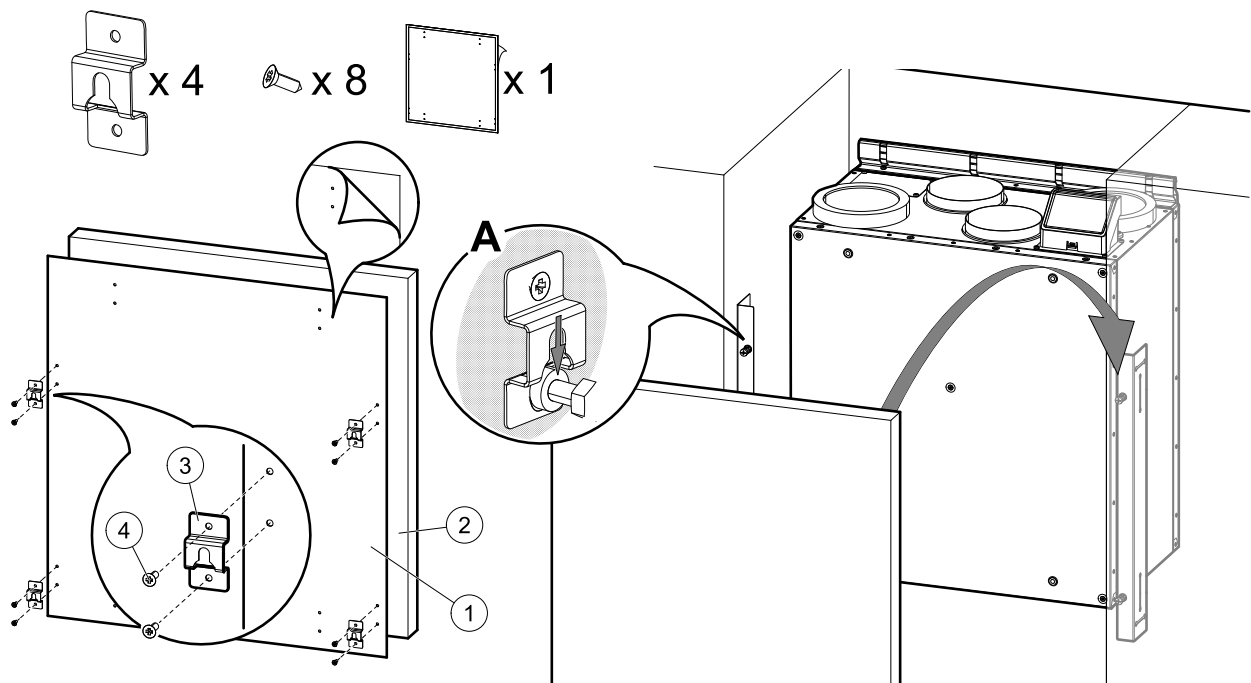

Bild 22 Installation der Modulhaken und Einbau der Frontplatte
2. Befestigen Sie die vier Modulhaken an den Ecken der Frontblende des Küchenmöbels. Aufkleber mit Markierung der Löcher (Abbildung 22, Pos. 1) ist im Lieferumfang enthalten. Die markierten Löcher sind zur Kennzeichnung der Position für die Schrauben zur Befestigung der Modulhaken. Den Aufkleber auf die Rückseite der Frontblende des Küchenmöbels kleben, Abbildung 22, Pos. 2). Die Größe des Aufklebers entspricht der des Gerätes. Falls die Frontblende größer als der Aufkleber ist, markieren Sie manuell die Abstände zu den Ecken.
Wenn die richtige Position gefunden ist, befestigen Sie die vier Modulhaken (Abbildung 22, Pos. 3) mit je zwei Schrauben (Abbildung 22, Pos. 4). Hängen Sie die Frontplatte des Küchenmöbels an die vorstehenden Schrauben (Abbildung 22, Pos. A).